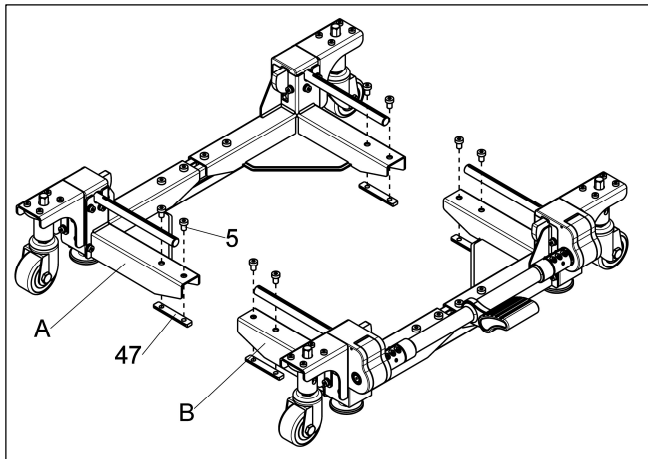

Abb. 14
- Positionieren Sie die in Schritt a entfernten Schrauben "5" und die Sperrblöcke "47" an den hinteren Konsolenwinkeln "A" und den vorderen Konsolenwinkeln "B" und lassen Sie diese lose, mit ausreichend Spiel für weitere Montagearbeiten. (siehe **Abb.14**)